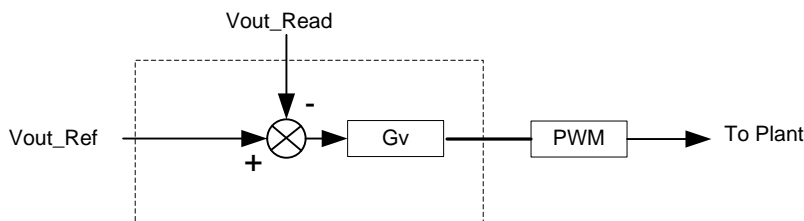

图 6. 正向电压输出控制
1. 正向电压输出控制 (图 6)
若要控制输出电压, 需要使用如图 6 所示的控制方案。检测输出电压 ( $V_{out}$ ) 并与参考值 ( $V_{out\_ref}$ ) 进行比较, 2p2z 补偿器计算所需的控制量。电压控制环路以 83kHz 的频率执行 (PWM 开关频率的三分之一)。